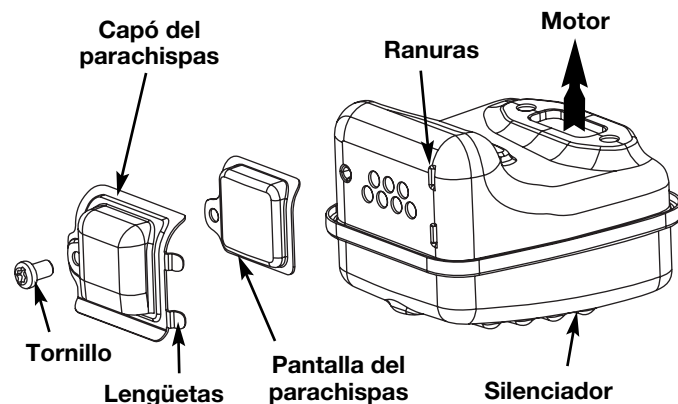

Fig. 29
2. Localice el silenciador, pero no lo quite. Busque el tornillo en la parte inferior del silenciador (Fig. 29). Quite el tornillo usando una llave torx No. 20 o un destornillador plano.